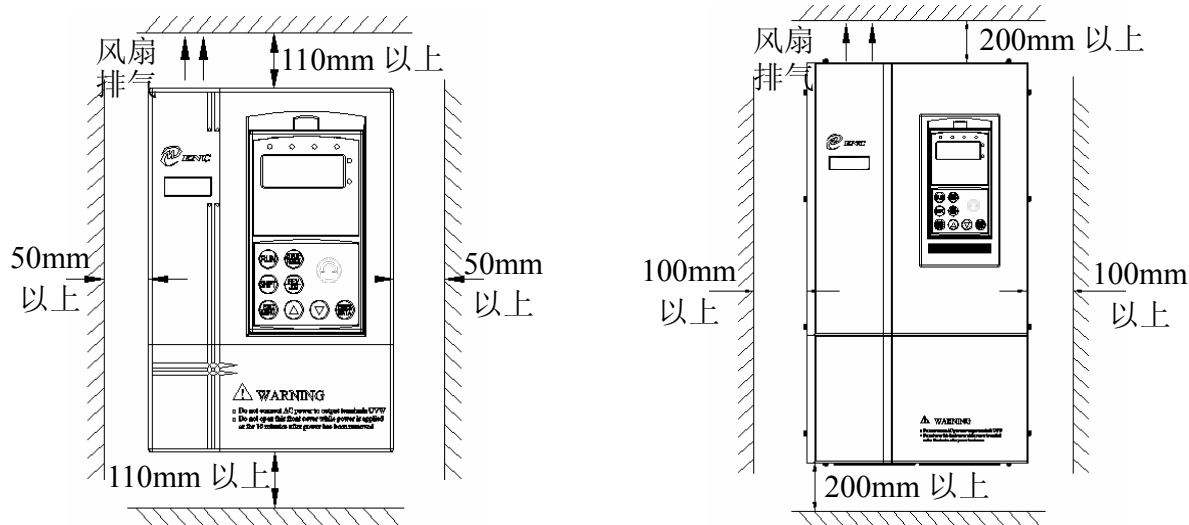

图 3-1 安装的间隔距离图
- (1) 一般情况下应立式安装,卧式安装时会严重影响散热、必须降额使用。
- (2) 安装间隔及距离最小要求，如图 3-1 所示。